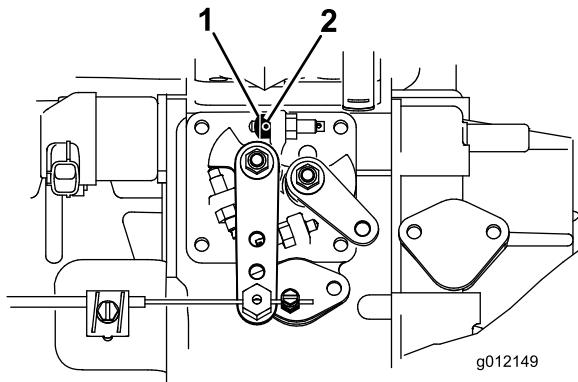

Рисунок 8
1. Ослабьте установочный винт на упоре дроссельной заслонки (Рисунок 8).
2. Сдвиньте упор дроссельной заслонки на винт упора высоких оборотов холостого хода (Рисунок 8). Упор дроссельной заслонки должен быть обращен скошенным торцом наружу.